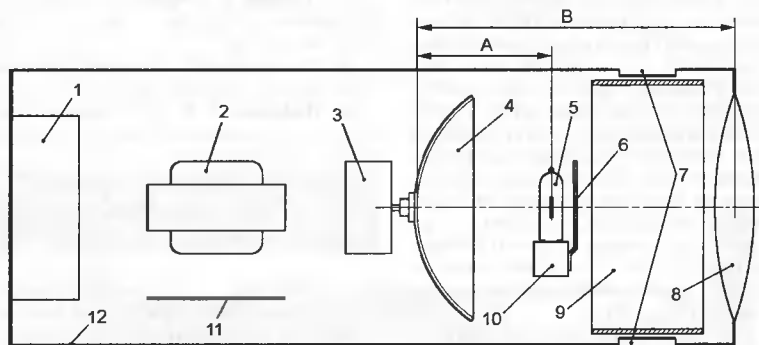
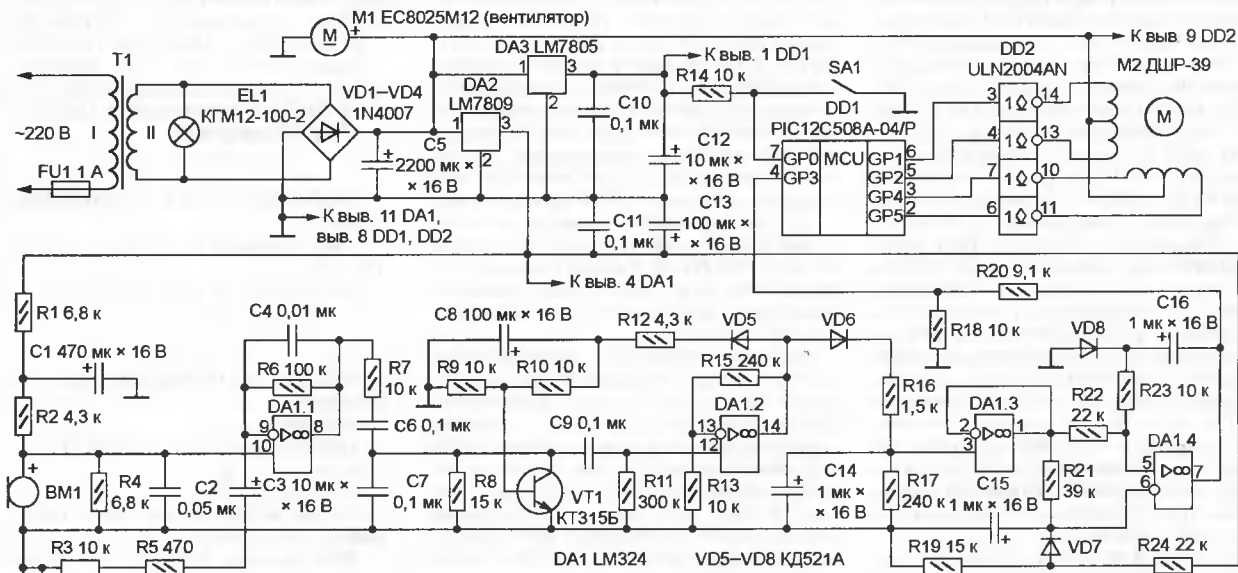

Рис. 1
Рис. 2
“Световой еж” потребляет от сети 220 В немногим более 100 Вт и весит приблизительно 3 кг. Он предназначен для светового оформления концертных программ, шоу и дискотек. Внутреннее устройство прибора схематически показано на рис. 1. Лампа накаливания 5 установлена в панель 10 и
Схема “светового ежа” показана на рис. 2. Габаритная мощность трансформатора Т1 (2, см. рис. 1) должна
быть больше мощности лампы EL1 (5, см. рис. 1) не менее чем на 15...20 Вт. Напряжение на вторичной (II) обмотке трансформатора при подключенной лампе должно составлять 10,5...11,5 В. Так как потребляемый лампой ток достигает 8 А, подключать ее к трансформатору следует проводом сечением не менее 2,5 мм².